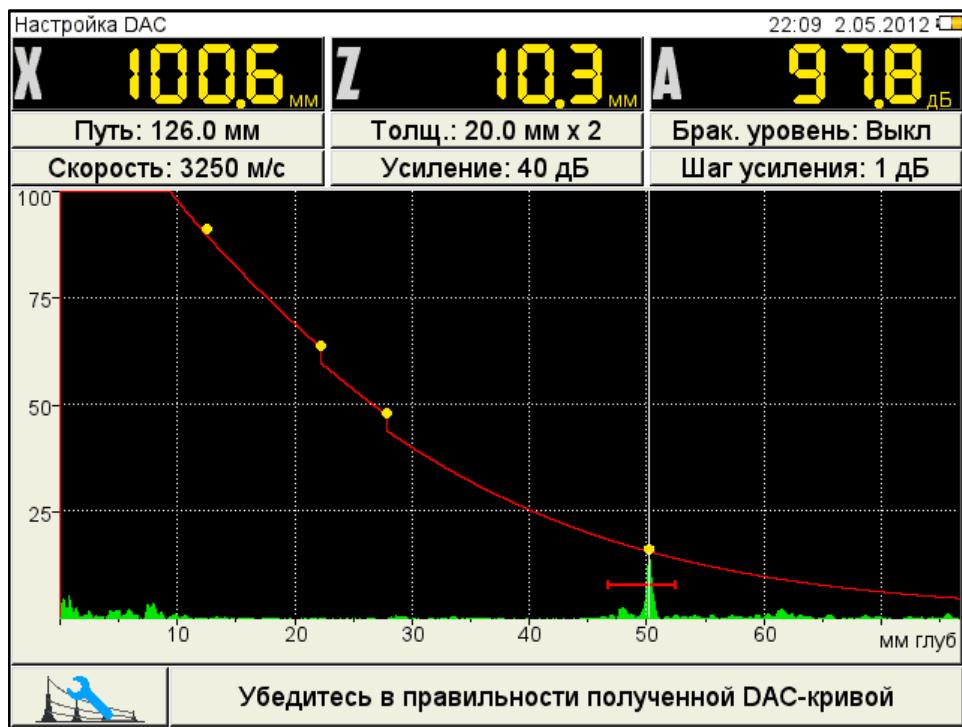

Рисунок 49
- нажать для построения кривой (рисунок 49).